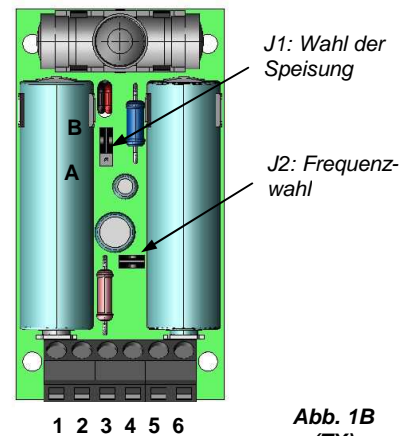

Abb. 1B (TX)
- Stellen Sie die Anschlüsse wie in den vorstehenden Abschnitten angegeben aus und wählen Sie die Speisung des Senders mit Hilfe des entsprechenden Jumpers (J1, Abb. 1B):
- Schließen Sie an der dazu vorgesehenen Klemmleiste (Klemmen 3 und 4, Abb. 1B) den Kontakt der Flanke oder der Außensicherung am Sender an. **Brücken Sie bei Nichtverwendung dieser Option die Klemmen 3 und 4.**
- Schließen Sie an der dazu vorgesehenen Klemmleiste (Klemmen 5 und 6, Abb. 1B) den Kontakt der äußeren Widerstandsflanke 8K2 am Sender an. **Brücken Sie bei Nichtverwendung dieser Option NICHT die Klemmen 5 und 6.**